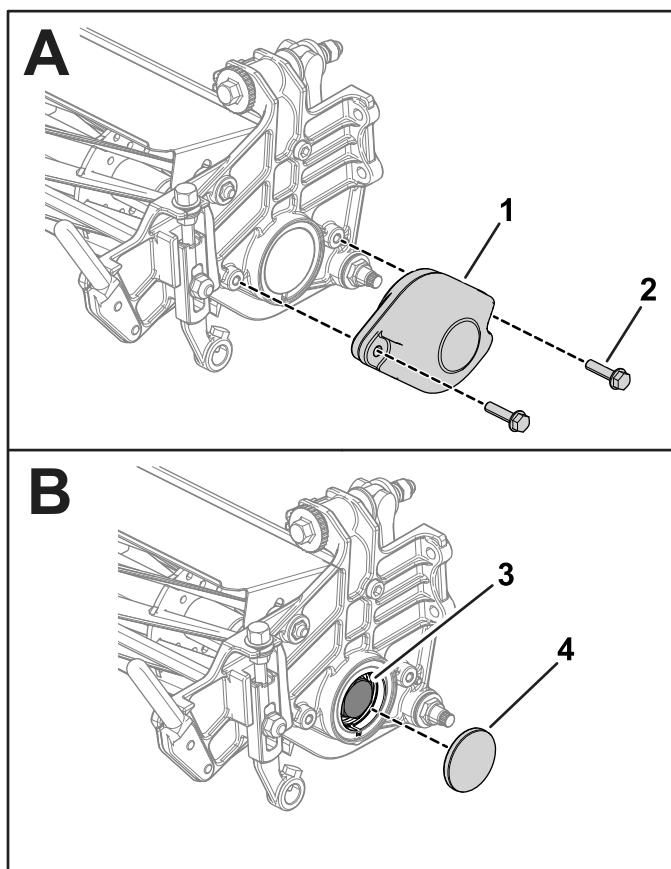

Figure 3
3. Retirez les vis de réglage de hauteur de coupe et les vis de fixation de rouleau des bras de hauteur de coupe (Figure 3).
4. Retirez les 2 boulons (5/16" x 2 1/4") des 2 écrous (retenus par la plaque latérale) qui fixent le contrepoids sur la plaque latérale de l'unité de coupe. Déposez le contrepoids (Figure 3).
6. Retirez le chapeau pour exposer l'écrou de roulement (Figure 3).
7. Retirez l'écrou de roulement de l'arbre du cylindre (Figure 3).